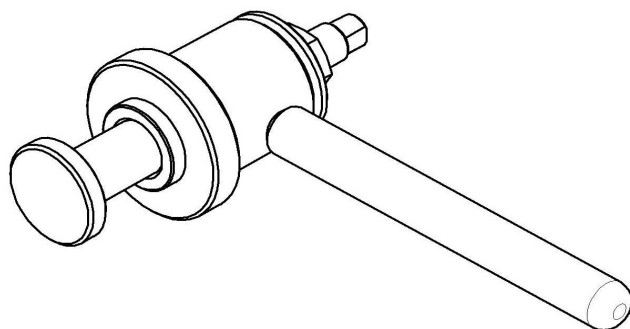

Рис.36 Приспособление для запрессовки манжет(11000001333).
- используя приспособление для запрессовки манжет (см. рис.36) установить манжету 1;